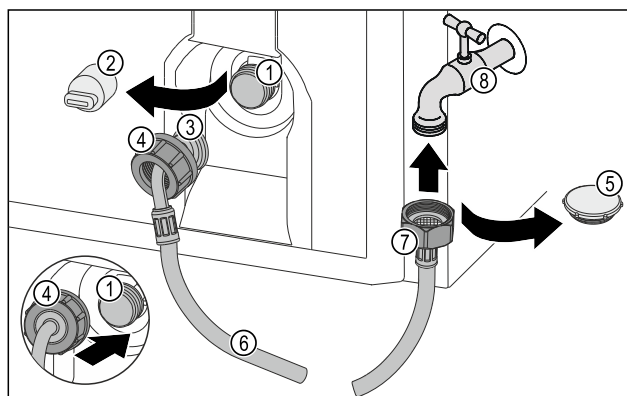

Fig. 74
- ▷ Снимите заглушку Fig. 74 (5).
- ▷ Прямой конец шланга Fig. 74 (7) подсоедините к крану для воды Fig. 74 (8).
- ▷ Навинтите гайку на прямом конце шланга Fig. 74 (7) по часовой стрелке.